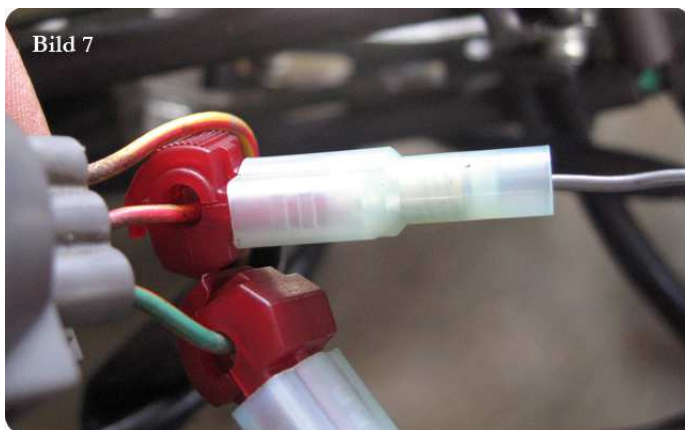

Bild 7
11. Befestigen Sie den Stecker auf dem **grauen** Kabel des Pk-Power Dragon Kabelbaums bis auf Anschlag an den Kabelabzweiger auf dem **rot/gelben** Kabel (Bild 7)